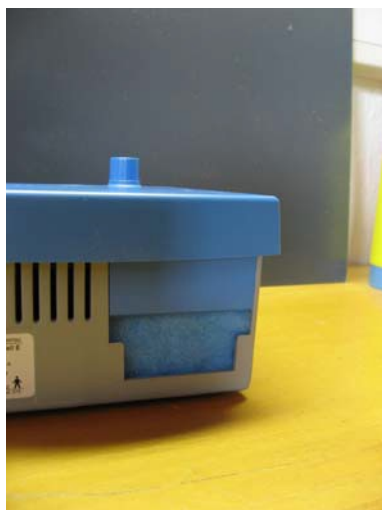

Figura 1
1. Scoateți filtrul de praf din suportul de pe panoul din spate SALINA-Vita K4 (figura 1).